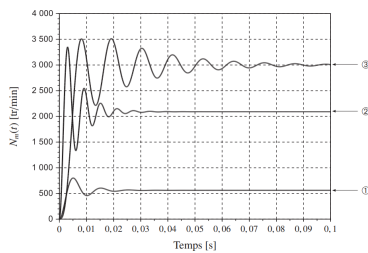

FIGURE 2 – Évolutions simulées de  $\omega_m(t)$ .
**Question 5** Pour les courbes 1 et 2 de la figure 2, préciser, en le justifiant, la simulation qui est associée à la plus grande valeur de  $K_p$ . On pourra exprimer le coefficient d'amortissement de la FTBF ou exprimer l'écart statique.
**Question 6** Pour chaque courbe de la figure 2, préciser, en le justifiant, si la valeur de  $K_i$  est nulle ou non.